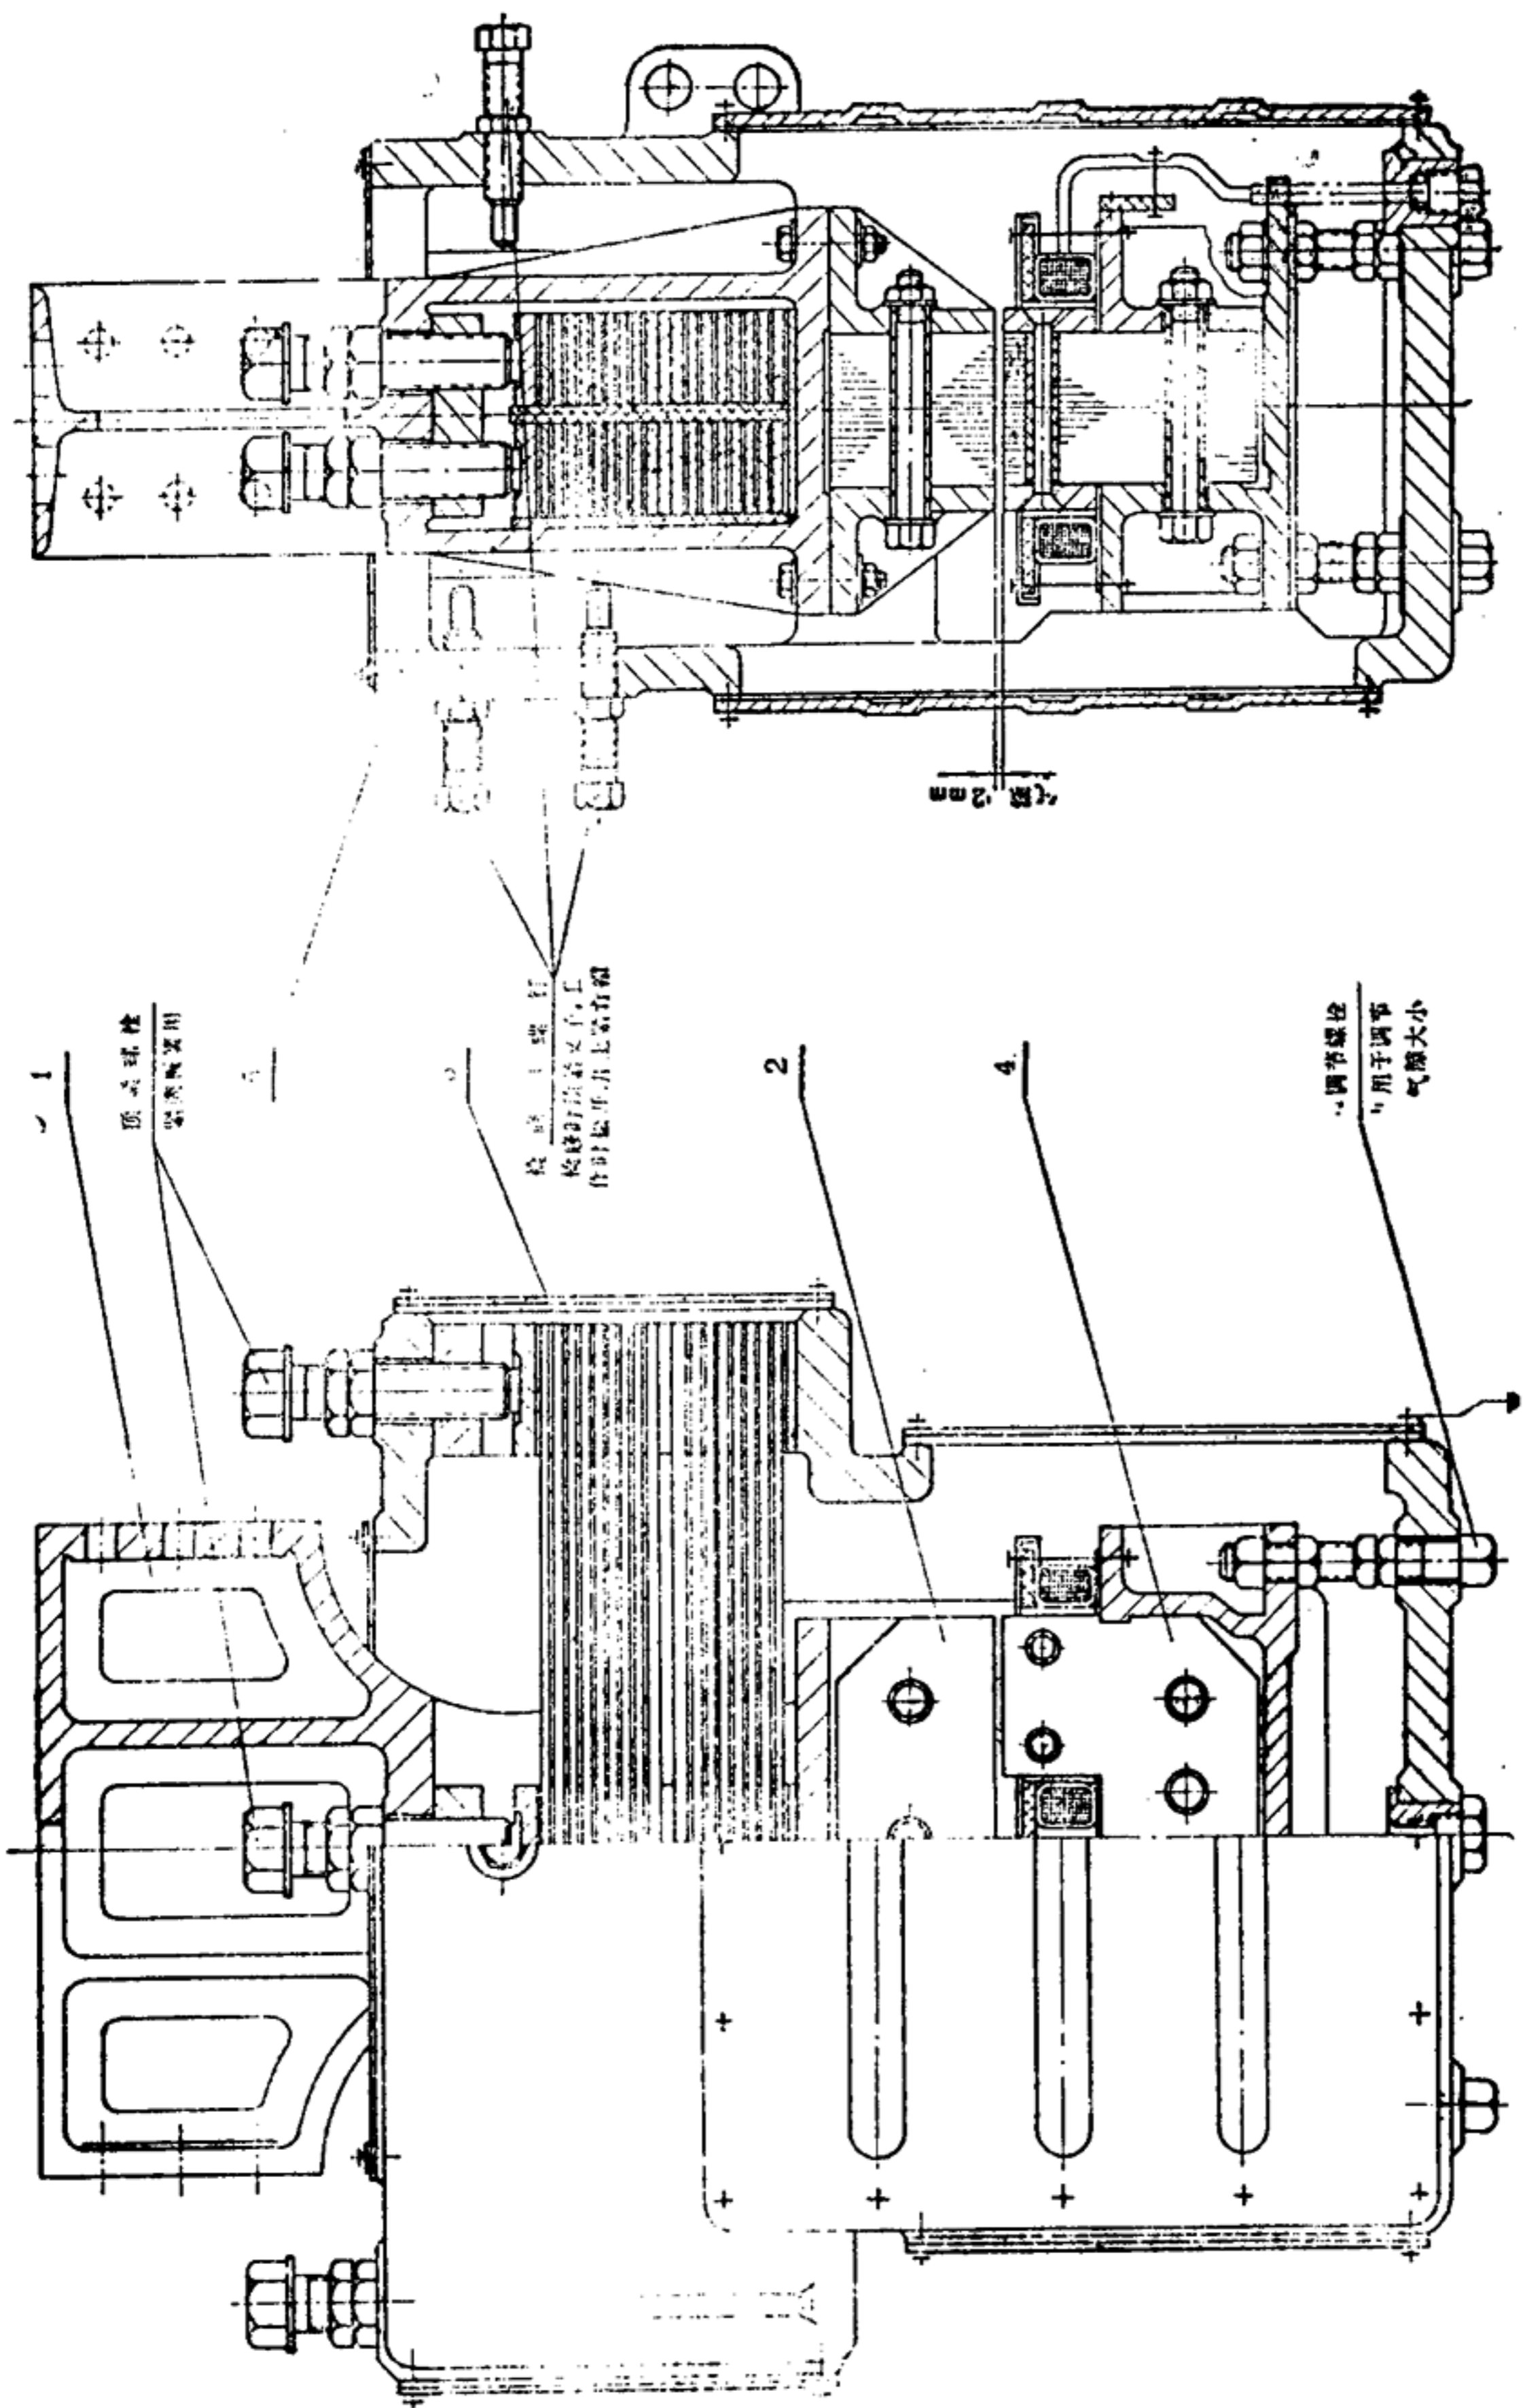

图 2 (b) 振动器示意图 (DZ 6 - ZD 9)
(2) 弹性系统的调谐本系列电振机的调谐是通过调整板弹簧组的片数来实现的。调谐时，首先拧紧板弹簧的顶紧螺栓并松开装配用的联接叉定位螺栓（参看图2）然后接通电源，调节电位器旋钮，逐渐增加电流，同时观察振幅指示牌所示的振幅，如果电流达到额定值时振幅偏小，则应首先把板弹簧的顶紧螺栓稍许放松，这时如果振幅增大，电流下降，说明板弹簧组刚度偏大，应适当减少板弹簧片数。如果顶紧板弹簧的螺栓放松之后，振幅更加减小，则说明板弹簧组的刚度偏低，应适当增加板弹簧片数。如果初开车，当电流达到额定值时振幅偏大，并超过额定值，则说明板弹簧刚度偏低，亦应适当增加板弹簧片数。